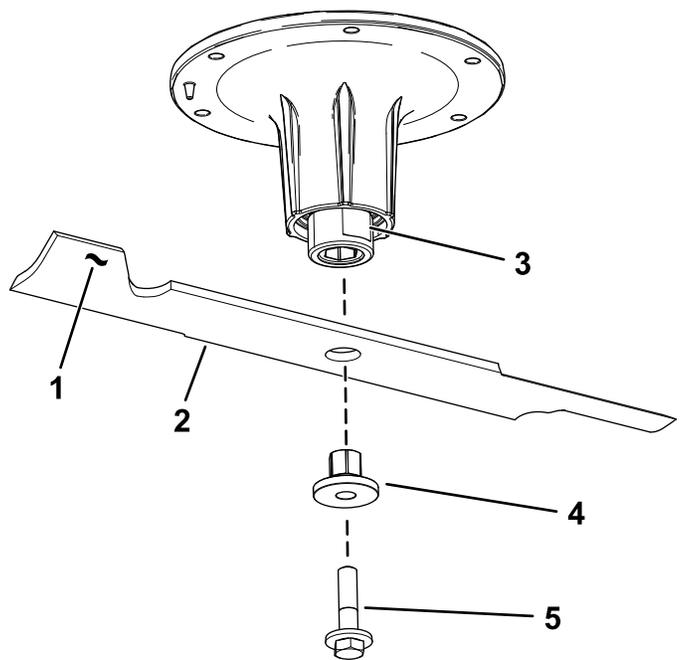

図 93
2. スピンドルのシャフトからブレードボルト、ブッシュ、ブレードを取り外す 図 93。